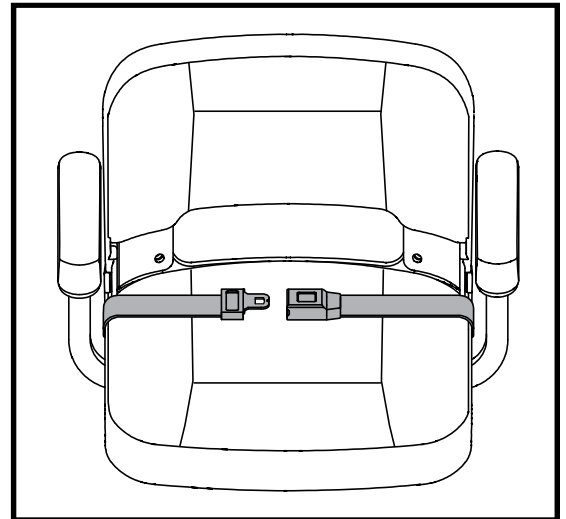

Abb. 15. Rückhaltetur
1. Schloßzunge in das Schloßteil stecken, bis der Schnellverschluß hörbar einrastet. **Siehe Abb. 15.**